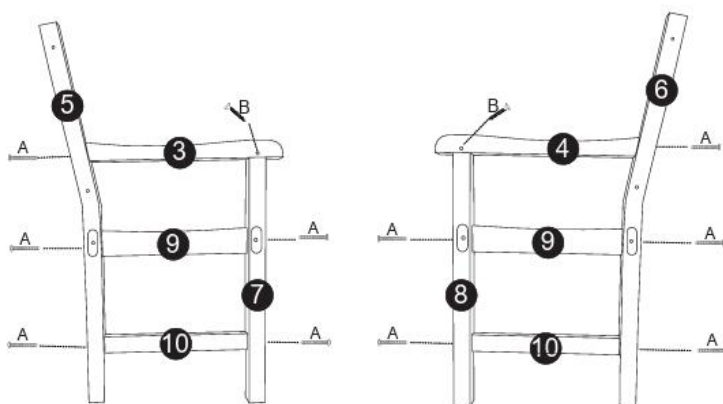

Figura 1-2
PASO 1: Bloquee los tornillos A y B en las patas como se muestra a continuación en la figura 1-2.